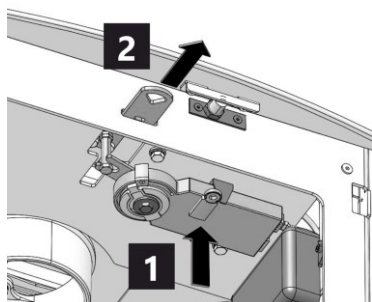

Abb. 1 – Ausführung A
- Schließen Sie die EHC-Steuerung nicht an das Stromnetz an. Deaktivieren Sie im Holzfach den EHC-Stellantrieb mit dem Magnetschlüssel und stellen Sie den Luftregler auf "ganz auf" (Pfeil 2) – Abb.1 oder 2. Bringen Sie den Magnetschlüssel an der mit Pfeil 1 gekennzeichneten Stelle an, bis ein leises Klicken zu hören ist und der Luftregler frei beweglich ist.